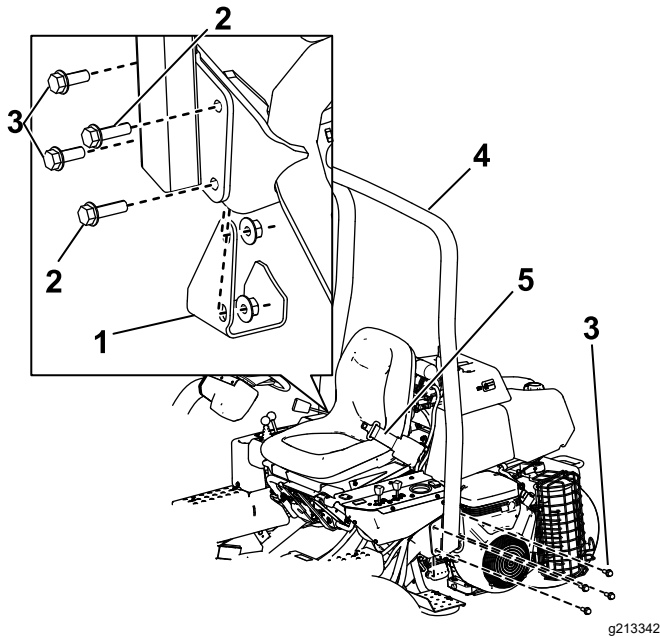

Figure 4
2. Abaissez l'arceau de sécurité (Figure 4) sur les supports de montage en alignant les trous de fixation.
3. Fixez le côté gauche de l'arceau de sécurité au support de montage avec 4 boulons ( $\frac{1}{2}$  x  $1\frac{1}{2}$ " ) et contre-écrous (Figure 4).
( $\frac{1}{2}$ " x  $1\frac{1}{2}$ " ), 2 boulons ( $\frac{1}{2}$ " x  $1\frac{3}{4}$ " ), 1 rondelle et des contre-écrous, comme montré à la Figure 4.